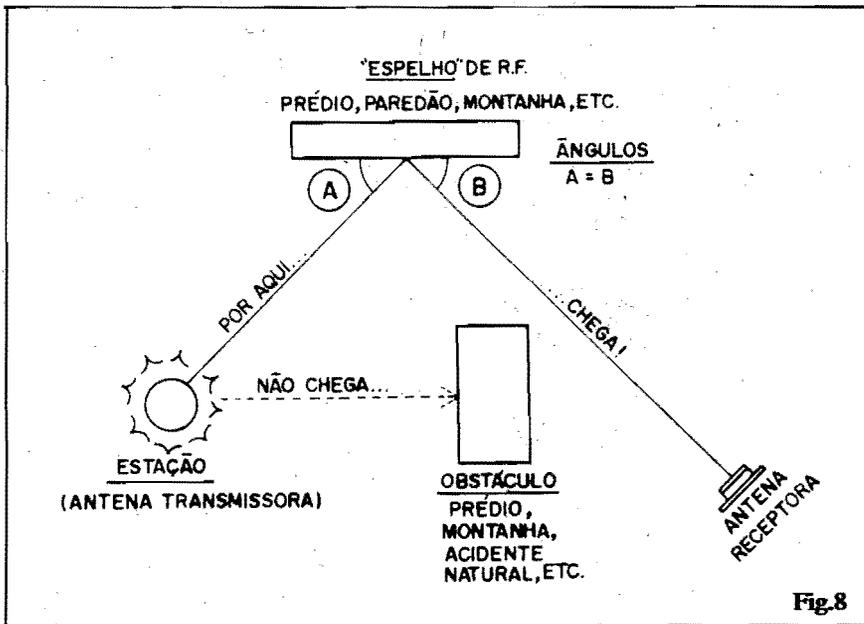

Fig.8
- FIG. 8 - As características de grande "direcionalidade" das emissões em UHF determinam que haja uma "linha de visada" direta, entre a posição ocupada pela antena da estação e a **sua** antena de recepção... É sempre importante lembrar que o "feixe" de transmissão em UHF comporta-se com um "foco de luz" (como o emitido por uma lanterna de mão - por exemplo), e assim qualquer obstáculo sólido (edifício, montanha, formação natural, etc.) bloqueará a passagem da "onda", dificultando muito a recepção. Existe porém um "truque" muito utilizado pelos instaladores profissionais de antenas: assim como um feixe luminoso, a "onda" de UHF também pode ser "vista" por reflexão (se Você usar um **espelho**, poderá ver a luz emitida por uma lanterna colocada atrás de um obstáculo opaco, não é...?). Prédios, grandes paredões, montanhas, etc., podem, perfeitamente, ser usados como verdadeiros "espelhos de RF" (fig. 8) proporcio-
Se corretamente construída, orientada e instalada, nossa antena deve proporcionar um alcance útil de até 40 quilômetros (instalação externa e alta), ou de até 25 a 30 quilômetros (em instalação interna, no sótão, por exemplo...). Nos testes realizados em São Paulo - Capital, os sinais chegaram com excelente intensidade, numa antena instalada internamente (não no sótão, mas em simples pedestal, cerca de 1 metro acima do próprio aparelho de TV!), provenientes de uma estação situada a cerca de 17 quilômetros do ponto de recepção (e sob condições topográficas desfavoráveis, que obrigou o uso da "truçagem" sugerida na fig. 8...). Em ou-